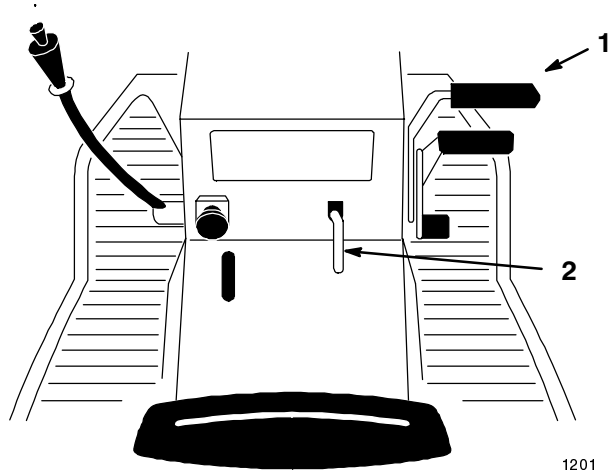

Bild 2
1. Drücken Sie das Bremspedal (Bild 2) herunter und halten es in der gedrückten Position.
2. Ziehen Sie den Feststellbremshebel (Bild 2) hoch und nehmen den Fuß nach und nach vom Bremspedal. Das Bremspedal sollte in heruntergedrückter (gesperrter) Position bleiben.
1. Drücken Sie das Bremspedal (Bild 2) herunter. Der Feststellbremshebel sollte sich lösen.